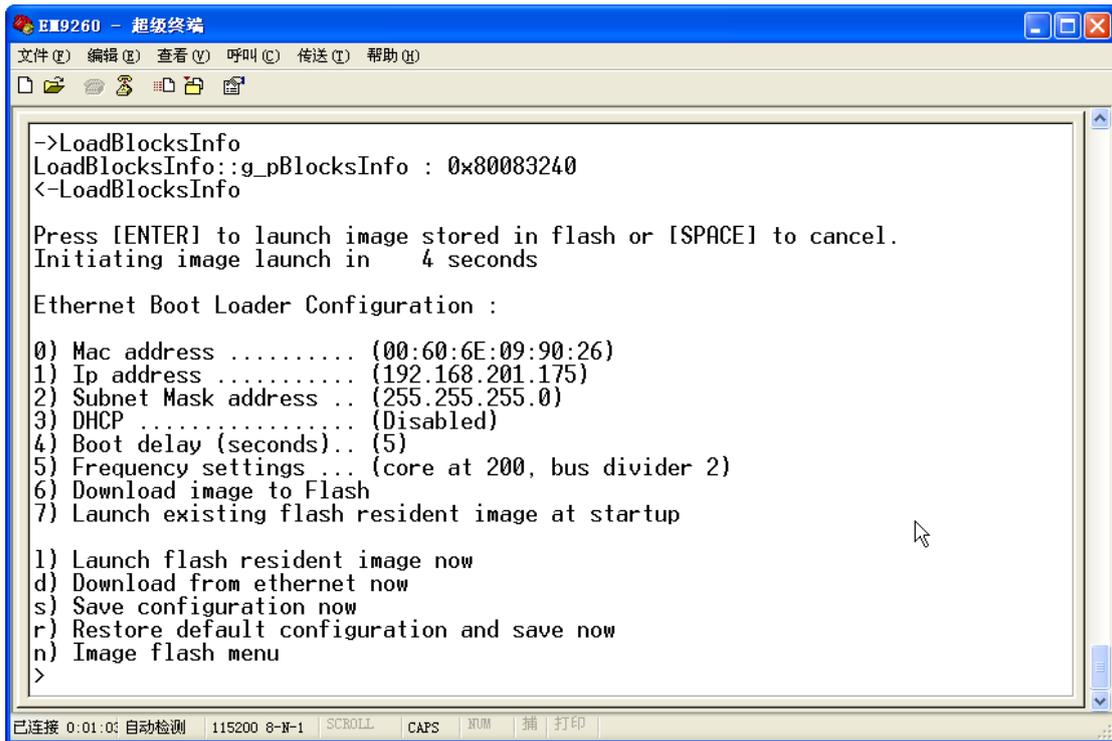

图 1 EBOOT 启动画面
- 1、连接 PC 机 COM 与 EM9161 的物理 COM1 口，在 PC 机上打开超级终端（具体设置方法请参考 <http://www.emtronix.com/faq.asp#291>），设置波特率为 115200、1 位停止位、无奇偶校验，无硬件控制流。用 USB 线连接电脑的 usb 口和 EM9161 的 USB\_DEVICE 口（CN5）。然后启动 EM9161。从超级终端上看到 EBOOT 启动，按空格键进入如图 1 所示画面。
1、在如图 1 所示命令提示符下，输入 N。出现如图 2 所示界面